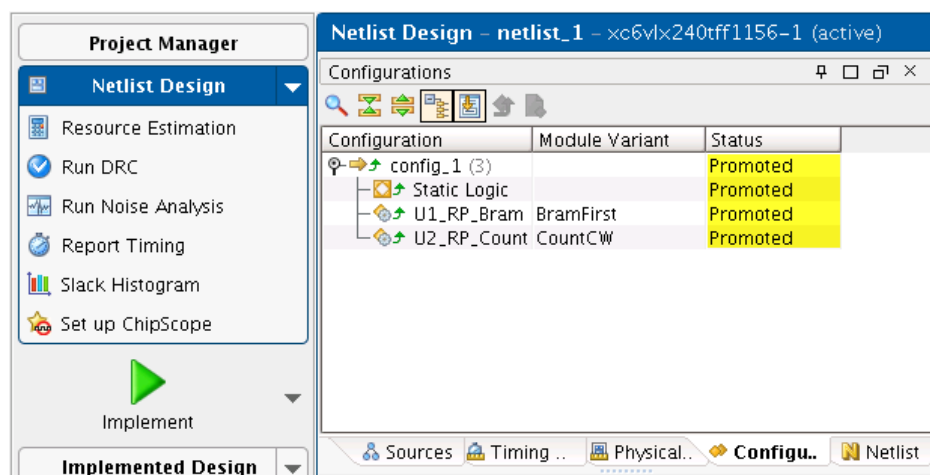

図 22 : [Promoted] ステータス
- 9-1-6 [Netlist Design] ビューの [Configurations] タブをクリックし、ステータスが [Implemented] から [Promoted] に変更されていることを確認してください (図 22)。